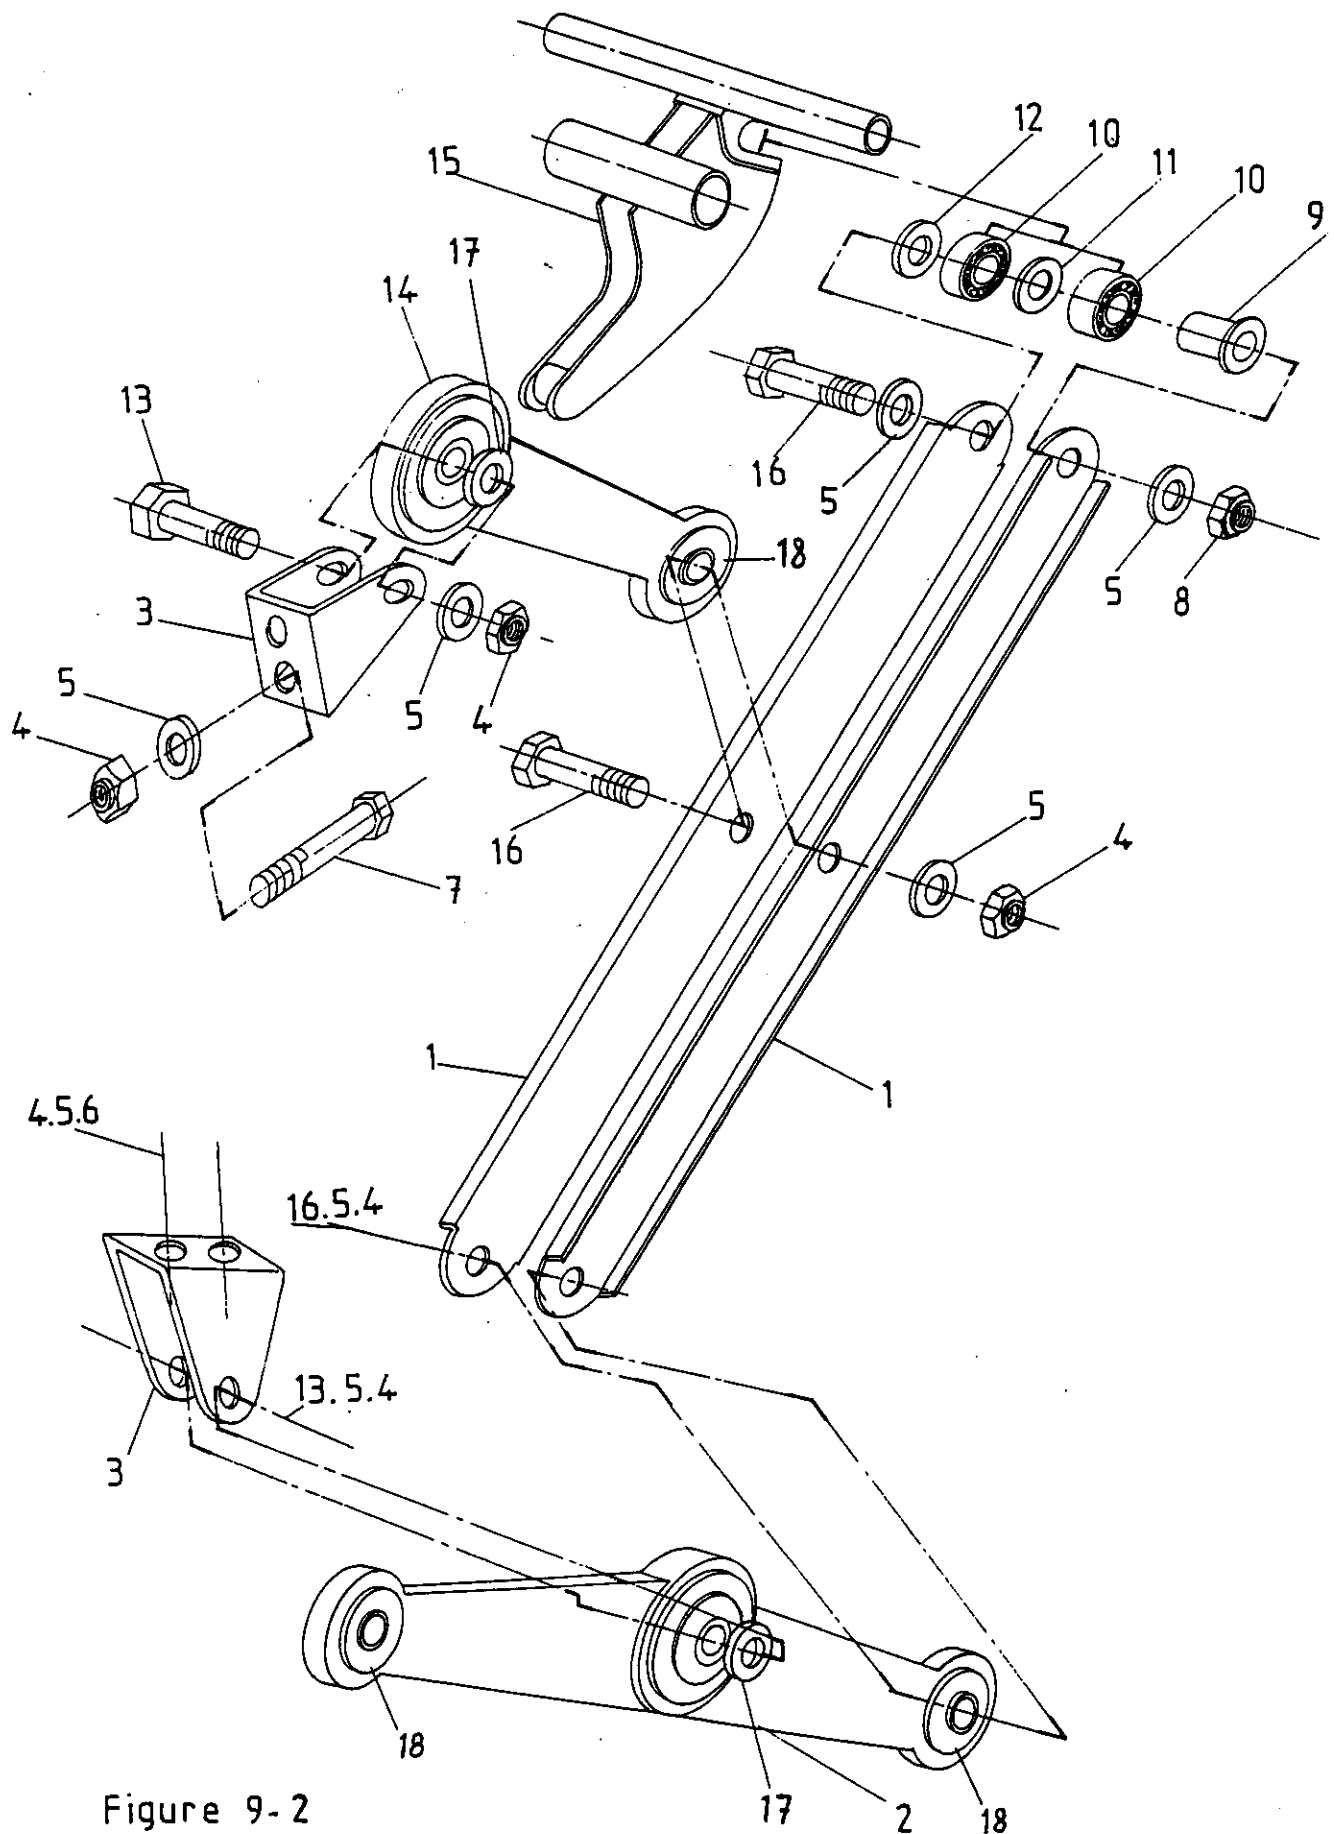

Figure 9-2
- Figure 9-2 : Commande de profondeur en haut de dérive (branch^t automatique)